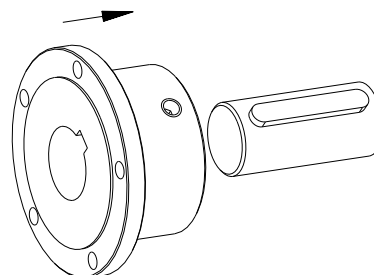

Bild 30: Montage des Kupplungsflansches
- Montieren Sie den Kupplungsflansch auf die Welle der An- oder Abtriebsseite (siehe Bild 30). Die Innenseite des Flansches sollte bündig mit der Stirnfläche der Welle abschließen.